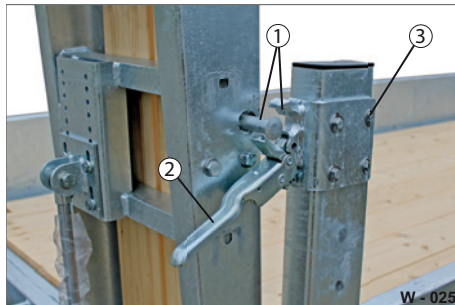

Abb. 20 Schmierstellen
- ▶ Entriegeln Sie den Verschluss (Abb. 20/2) der jeweiligen Auffahr-rampe.
- ▶ Säubern Sie die Schmier- / Lager-stellen (Abb. 20/1) mit einem sauberen, trockenen Lappen.
- ▶ Prüfen Sie den festen Sitz der Schrau-benverbindungen (Abb. 20/3). Ziehen Sie diese ggf. nach.